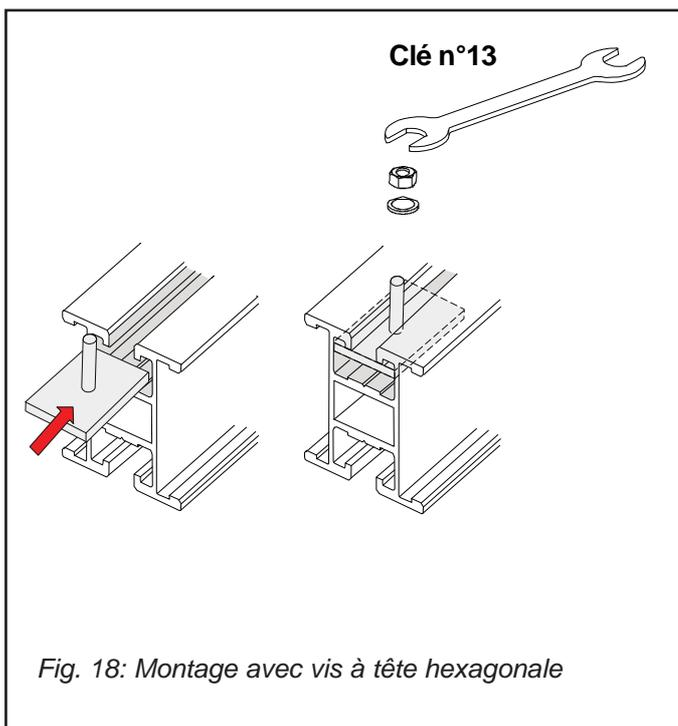

Fig. 18: Montage avec vis à tête hexagonale
- Glisser la vis M8 avec sa tête pour profilé en „H“ (Fig. 18) dans la rainure du profilé.
- Fixer l'équerre de support côté „L“ au profilé en „H“ en utilisant les vis à tête rectangulaire, les rondelles autobloquantes et les écrous (Fig. 18) et serrer.